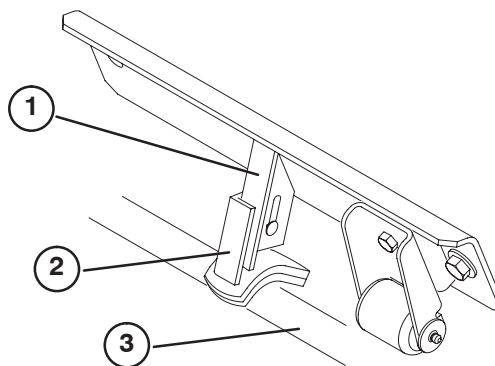

Bild 13
2. Lösen Sie am mittleren, vorderen Mähwerk die Schlossschrauben und die Mutter, mit denen der Stabilisatorsattel am Stabilisator befestigt ist (Bild 13).